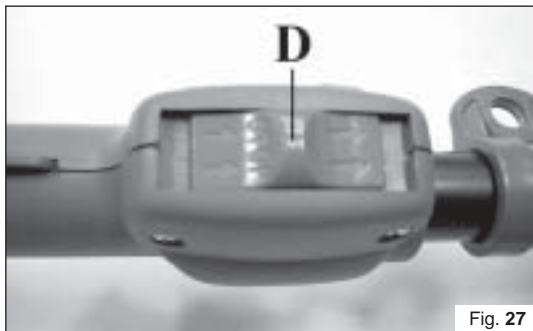

Fig. 27
Per l'avviamento del motore a caldo l'interruttore (D) deve essere posizionato come in Fig. 27.
En cas de mise en marche à chaud du moteur, l'interrupteur (D) doit être positionné comme il est indiqué sur la Fig. 27.
To start the engine when warm, switch (D) must be positioned as shown in Fig. 27.
Zum Starten des warmen Motors muss der Schalter (D), wie auf Abb. 27 dargestellt, positioniert werden.
Para la puesta en marcha del motor en caliente, el interruptor (D) ha de situarse como en la Fig. 27.
Om de motor te starten wanneer deze warm is, moet de schakelaar (D) in de stand worden gezet die te zien is op Fig. 27.
Para arrancar o motor quente, posicione o interruptor (D) como ilustrado na Fig. 27.